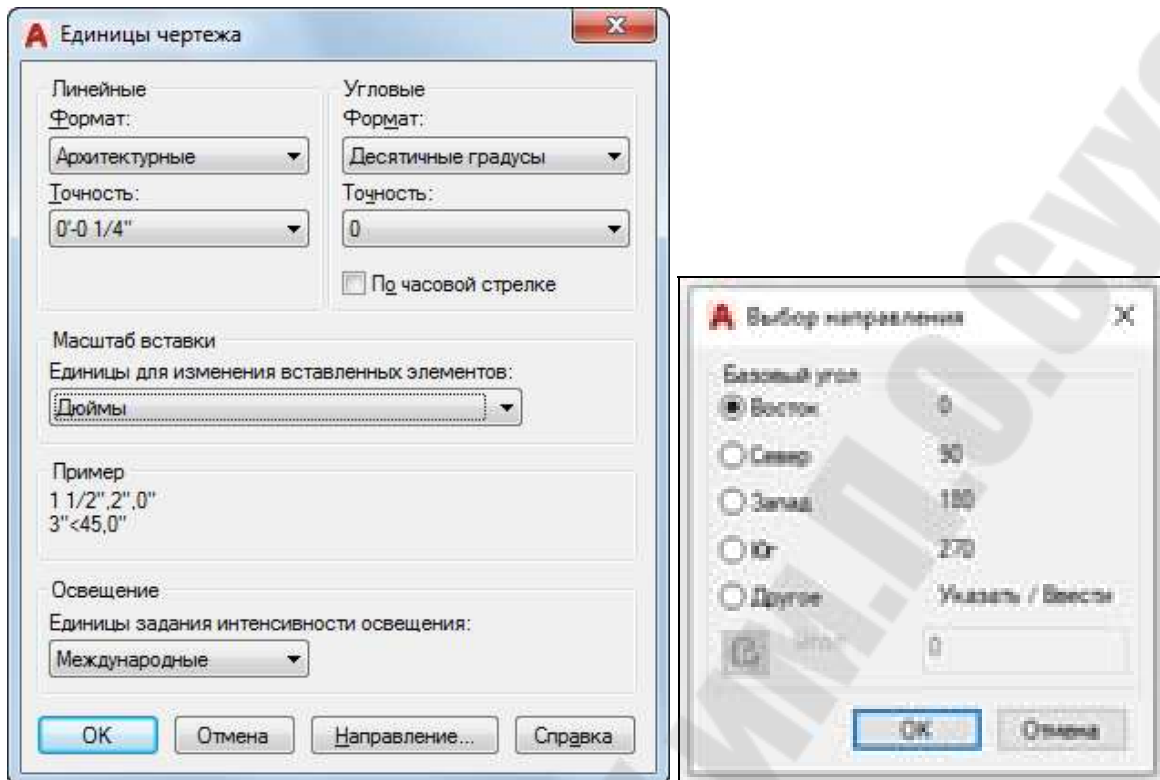

Рис. 2.32. Диалоговые окна *Единицы чертежа* и *Выбор направления*
Для управления используется диалоговое окно «Единицы чертежа» (рис. 2.32), в котором и производится настройка единиц измерения.
**Направление** – кнопка вызова диалогового окна «Выбор направления», в котором можно указать направление *нулевого угла* (Восток, Север, Запад, Юг или др.), от которого отсчитываются углы (рис. 2.32).